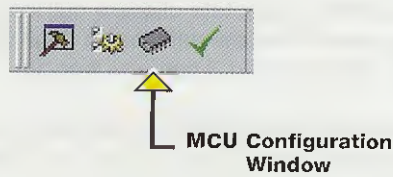

Fig.3 La finestra visibile in fig.4 si apre anche cliccando sull'icona MCU Configuration Window qui indicata con una freccia.
**Fig.15** Per fare una "Installazione guidata", quando appare la finestra di fig.3, cercate l'icona "Installazione/Applicazioni", che qui abbiamo indicato con una freccia gialla, e sopra questa icona cliccate velocemente 2 volte con il tasto sinistro del mouse.
**Nota:** in alternativa potete cliccare sull'icona **MCU Configuration Window** nella barra degli strumenti **Tools**, indicata in fig.3 con una freccia.